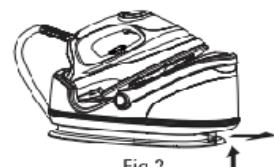

Fig.2
- Tirare il blocco del serbatoio dell'acqua verso l'alto e far scorrere la parte rimovibile del serbatoio verso l'esterno rispetto alla piastra (Fig.2).